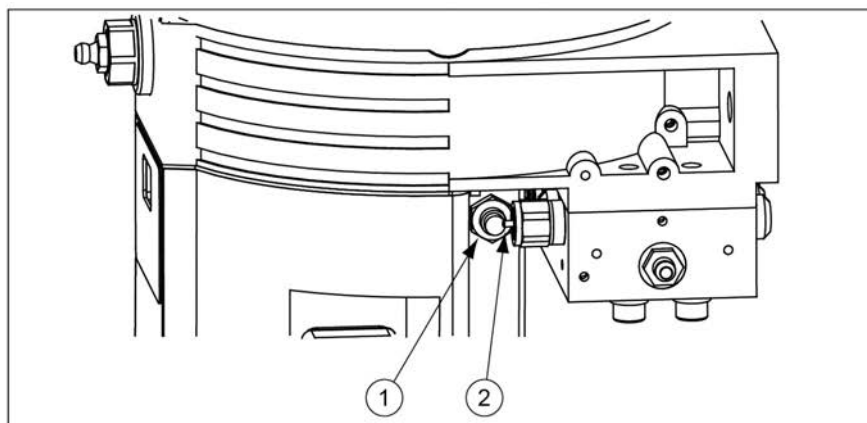

FIGURA 9. INTERRUPTOR DE PROXIMIDAD (1) Y PASADOR DE CONTROL (2)
1. Presione el botón del operador (2) para confirmar la falla. El mensaje (parpadeando) pasa a una luz fija.
3. Presione el botón del operador (2) (durante 2 segundos) para disparar ciclos de lubricación hasta que el pasador indicador (pasador de control) se mueva por el interruptor de proximidad. Consulte Figura 9.